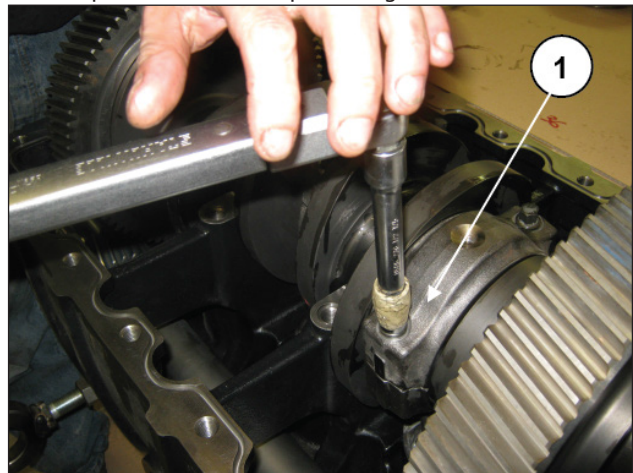

Fig. 28
Solte os parafusos da haste (pos. ①, Fig. 28).